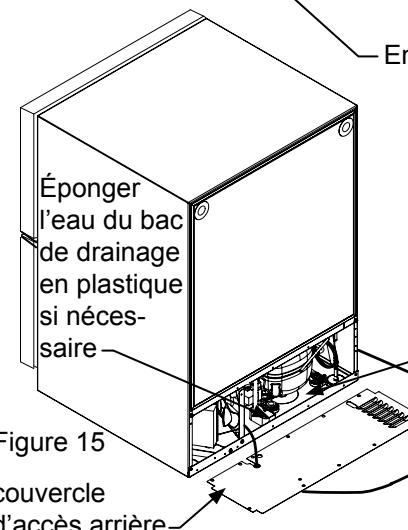

Figure 15
10. Enlevez le couvercle d'accès arrière (voir la Figure 15), et utilisez une brosse et un aspirateur pour éliminer la saleté et les débris du compartiment de la machine.